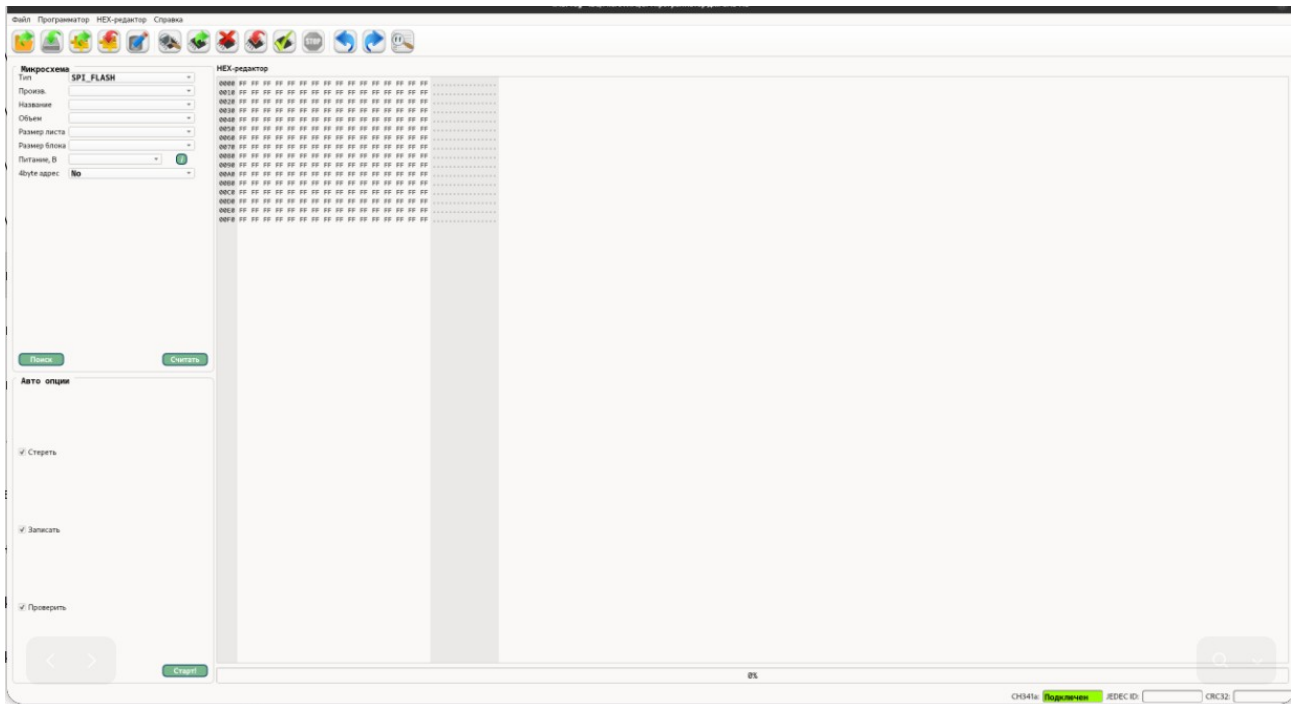

Рисунок 10 – Заполнение буфера программы
2. В случае отсутствия или нестабильного соединения программа выдаст ошибку, часто в виде значений FF FF FF или сообщения о несовпадении ID. В этом случае отключите USB, проверьте ориентацию зажима и при необходимости подожмите контакты. После успешного чтения данные в шестнадцатеричном представлении заполнят буфер программы (рисунок 10).